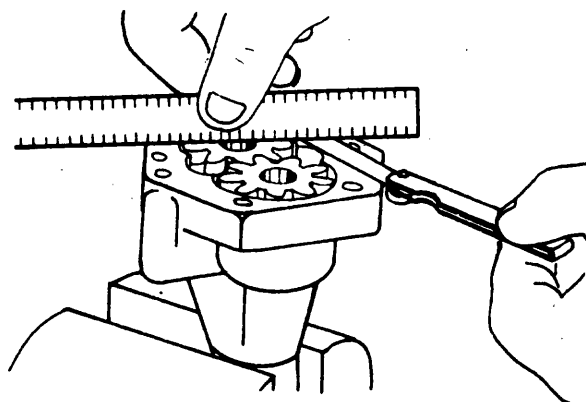

Fig. 3
- c Verifique la altura de los engranajes y controle su tolerancia (fig. 3).